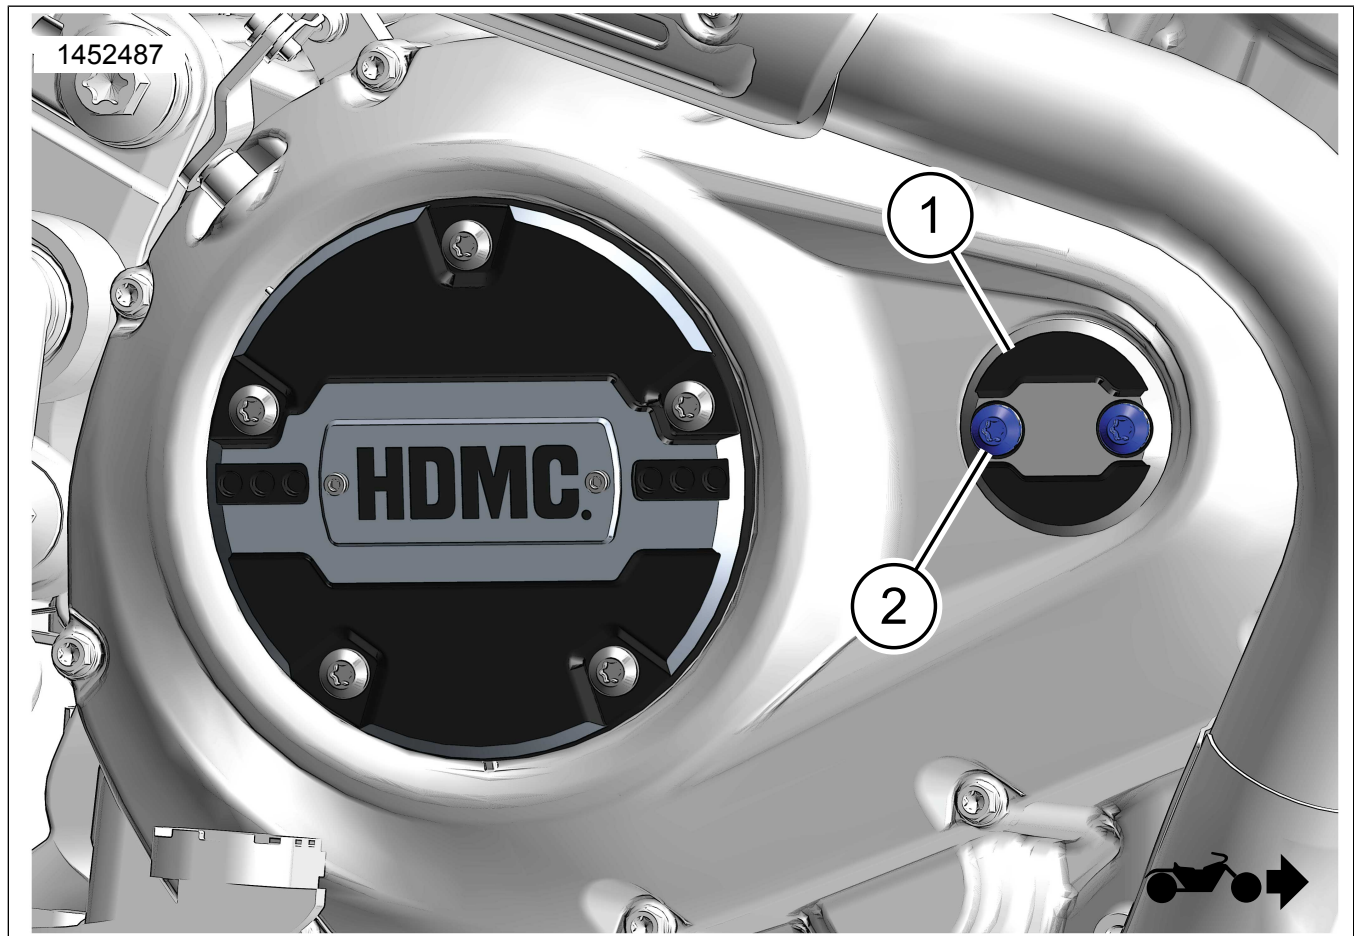

Figure 1. Contenu du kit : Kit médaillon de couvercle d'embrayage
1. Voir la figure 1. Installer le médaillon de couvercle d'embrayage (1).